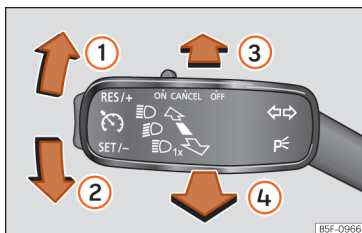

Fig. 98 Manípulo dos indicadores de mudança de direção e dos máximos.
- A partir da posição base, pressione para a frente o manípulo dos indicadores de mudança de direção e de máximos » » Fig. 98 ③.
- **OU:** com a luz de máximos ligada, puxe para trás o manípulo dos indicadores de mudança de direção e de máximos » » Fig. 98 ④.